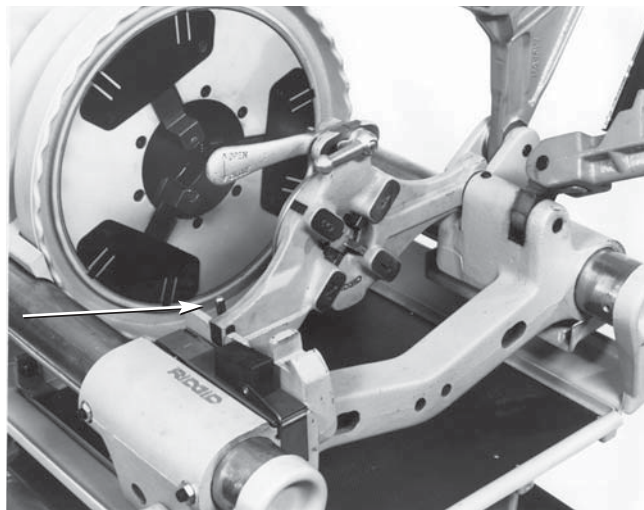

Рисунок 8 – Освободите задвижку на головках для левой резьбы
9. Освободите защелку на головке 713 или 913 (рисунок 8) и поверните головку в верхнее положение.